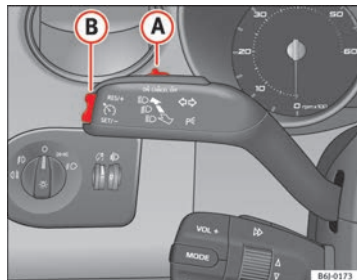

Abb. 112 Blinker- und Fernlichthebel: Schalter und Wippe für die Geschwindigkeitsregelanlage
- Drücken Sie den unteren Teil der Wippe **SET** ⇒ Abb. 112 (B) einmal kurz, wenn die zu speichernde Geschwindigkeit erreicht worden ist.